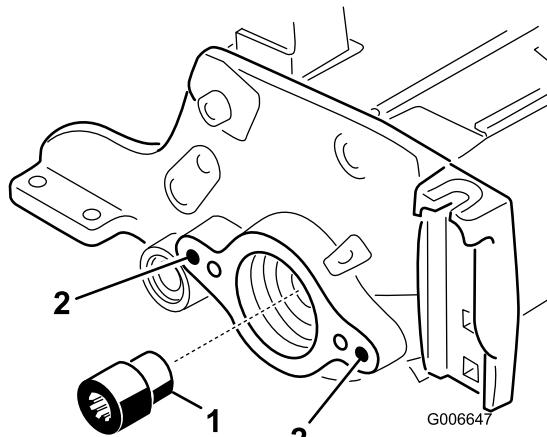

Рисунок 7
- Используя инструмент для ведущего вала барабана, снимите шлицевую вставку с конца вала барабана со стороны двигателя барабана (Рисунок 7). Для моделей 03665 и 03666 используйте инструмент для ведущего вала барабана № TOR4112, а для моделей 03685 и 03686 – инструмент для ведущего вала барабана № TOR4074. Удалите всю консистентную смазку из резьбового отверстия, где была шлицевая вставка.
- Установите новую (более длинную) шлицевую вставку на вал барабана (Рисунок 7). Перед установкой вставки нанесите на резьбовые поверхности синий состав Loctite. Затяните с моментом 85-95 фунт-футов.
15. Используя метчик 3/8-16, удалите краску из наружных монтажных отверстий в левой и правой боковых пластинах (Рисунок 7).